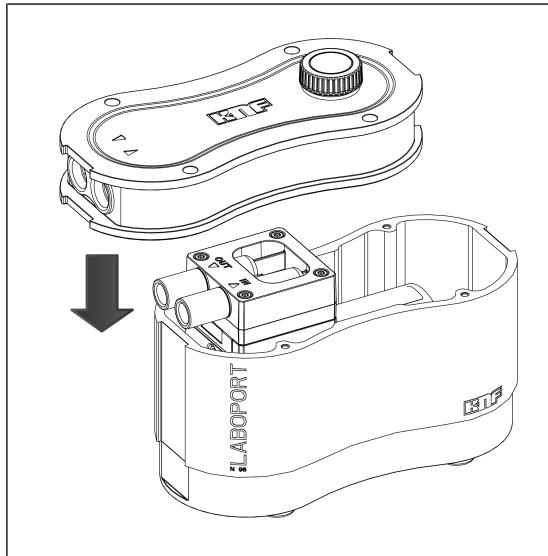

Fig.11: Applicazione del coperchio della carcassa
1. Posizionare il coperchio della carcassa (Fig. 6/2) sulla carcassa della pompa (3) con cautela (vedere Fig. 11).